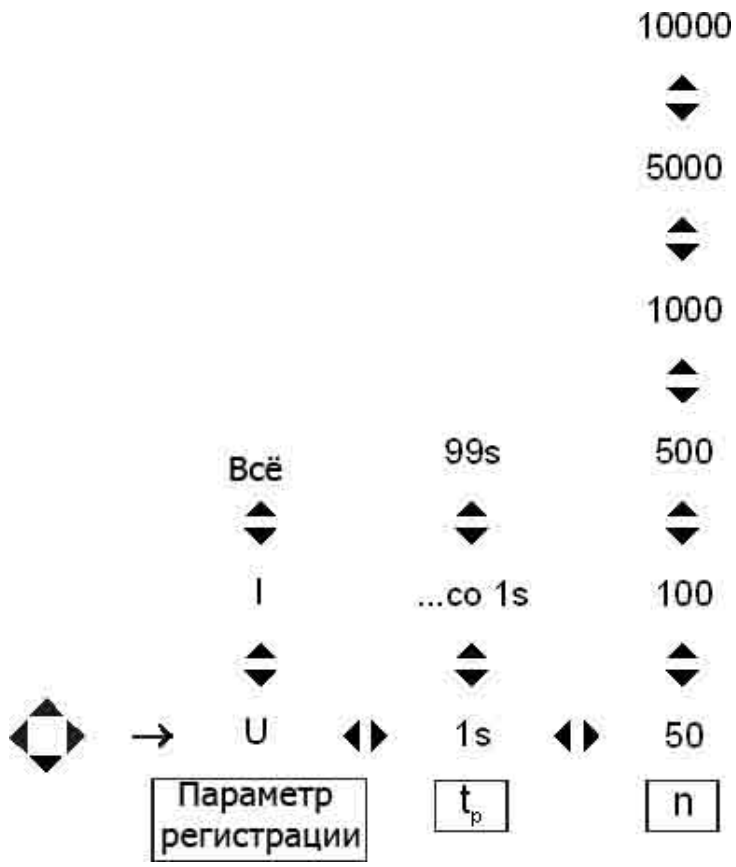

Рис.39. Выбор параметра, интервала между выборками и числа проб регистрации
- выбрать параметр (параметры) для регистрации а также выставить длительность (интервал между выборками) t_p и число выборок n согласно алгоритму, представленному на Рис.39;